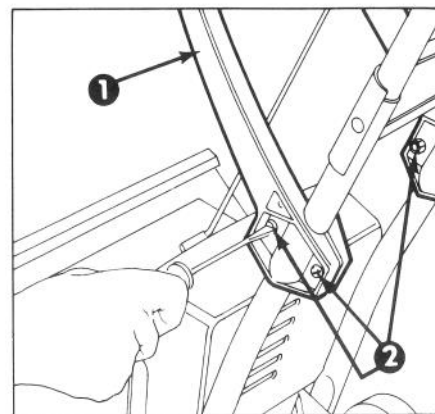

Figure 4
2. Si la position de la poignée ne vous semble pas confortable, desserrez la vis de serrage sur les deux côtés à l'aide d'un tournevis Phillips, déplacez la poignée à la position désirée et serrez les vis pour bloquer la poignée (Fig. 4).